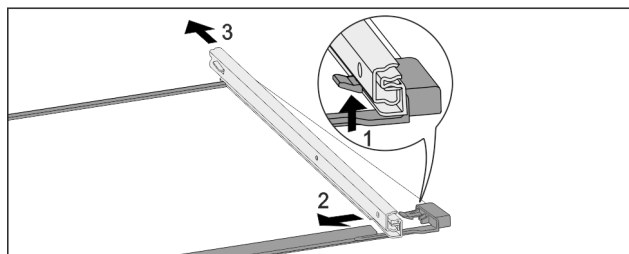

Fig. 142 Sklenená doska s koľajničkami
- ▶ Potlačte predný západkový hák nahor. Fig. 142 (1)
- ▶ Odsuňte vyťahovaciu koľajničku do strany Fig. 142 (2) a dozadu Fig. 142 (3).